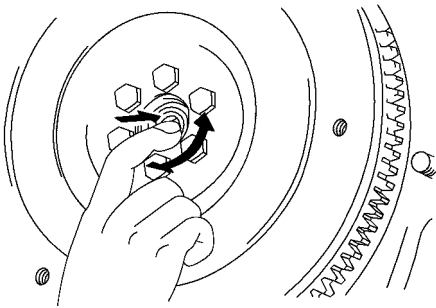

图 9-12 用手转动轴承沿轴线方向施加作用力
(4) 检查导向轴承。用手转动轴承，同时沿轴线方向施加作用力，如图 9-12 所示。